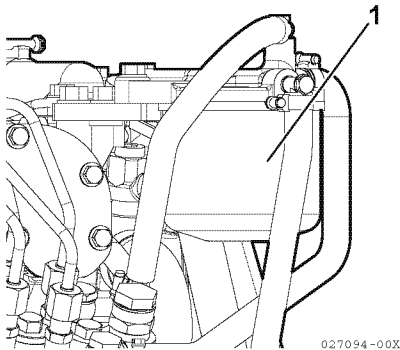

Figura 13
2. Remova o filtro de cartucho **(Figura 13, (1))** com uma chave de filtro.